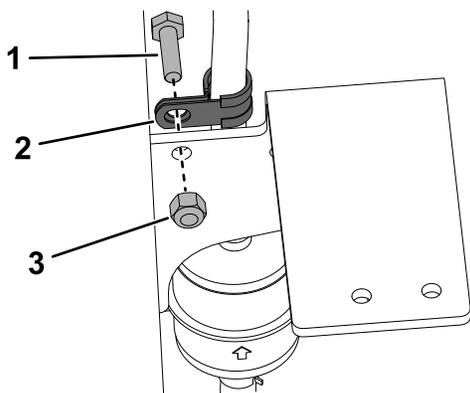

Figura 22
16. Fissate il serratubi a R alla piastra come illustrato in Figura 22.